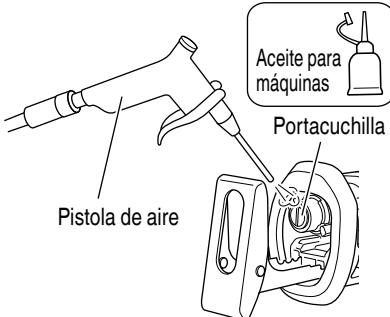

Fig. 6
- (1) Después de utilizar la sierra, elimine el aserrín, el polvo, la arena, la humedad, etc. con aire o con un cepillo, etc. para asegurarse de que la montura de la hoja funcione suavemente.
- (2) Tal como se muestra en la Fig. 6, lubrique periódicamente alrededor del sujetador de la hoja con lubricante para cuchillas.